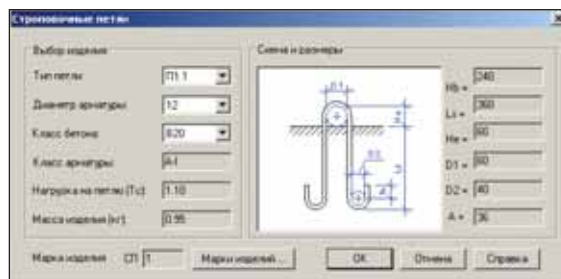

Рис. 24
- **Строповочные петли** — отрисовка строповочных петель и включение их в состав формируемых конструкций для последующего специфицирования (рис. 24).